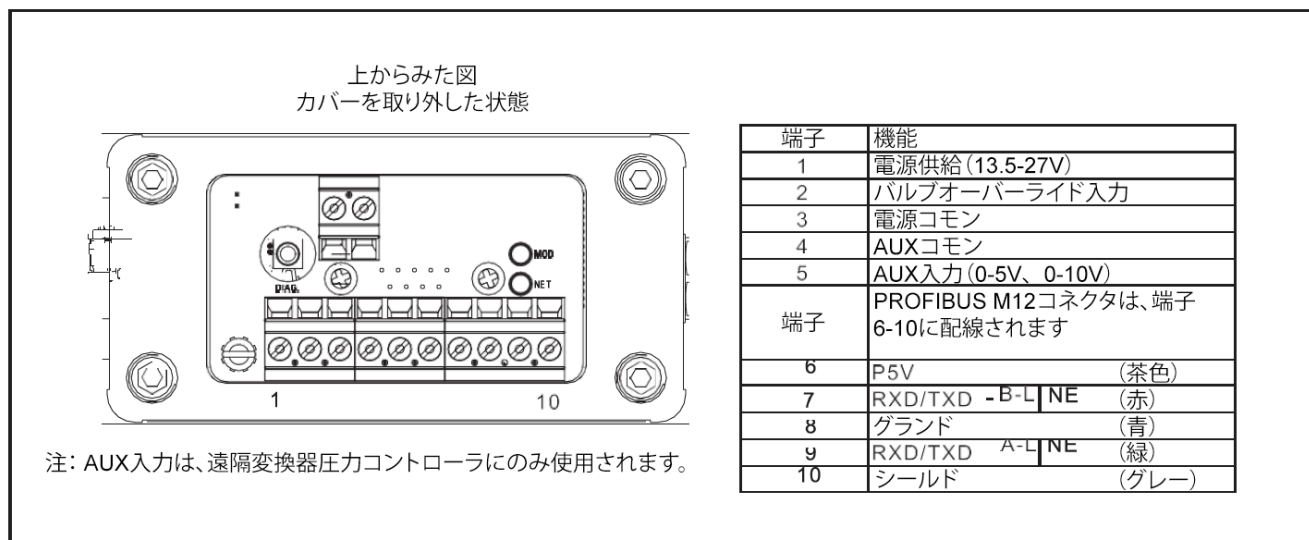

図1-5 SLAMfシリーズのProfibus端子接続
Brooks SLAMfは、Profibusコミュニケーションプロトコルをサポートするようになりました。Profibusは、ProfibusおよびProfinet International (PI) のフィールドバスベースの自動化標準です。Profibusは、1本のバスケーブルを介して、コントローラまたは制御システムをフィールドレベルの分散型フィールドデバイス（センサーおよびアクチュエータ）とリンクし、上位通信システムとの一貫したデータ交換も可能にします。Profibusデジタル信号は、M12コネクタ（図1-5）を介して外部に接続し、PG11／コンジット（VORアナログ信号も同様に）を介して電力を供給します。
外部接続については、図1-5のProfibus接続をご参照ください。